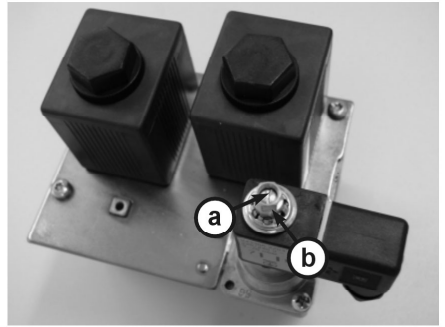

Рис. 16
4. Ослабьте винт измерительного места давления газа на выходе в горелку и присоедините манометр (У-шланг). Измерительное место размещено на консоли доски горелки (рис.16)
12. Сконтролируйте давление на консоли доски горелки (рис.16).